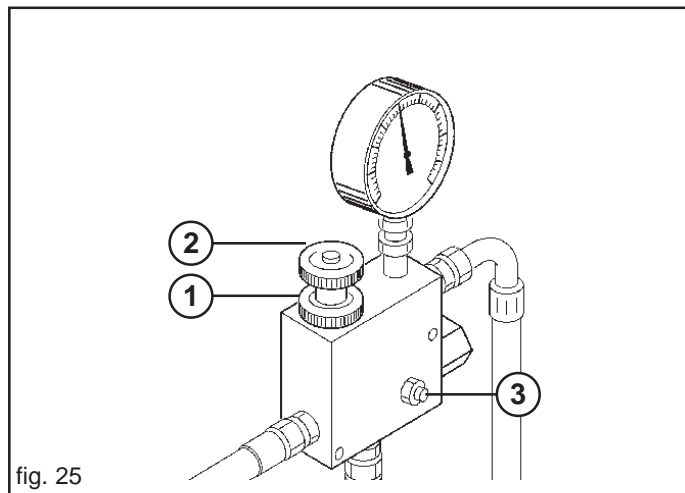

fig. 25
Wenn man die Gebläseumdrehungen für die Verteilung von schwereren Samen erhöhen will, mit Vorsicht und Achtung wie folgt vorgehen (Abb. 25):
- b) Sicherung vom Regelventil (1, Abb. 25) lockern;
- b) Regelventil (2, Abb. 25) im Uhrzeiger- oder Gegensinn drehen um den Druck zu senken oder zu erhöhen und daher die Gebläseumdrehungen zu ändern.